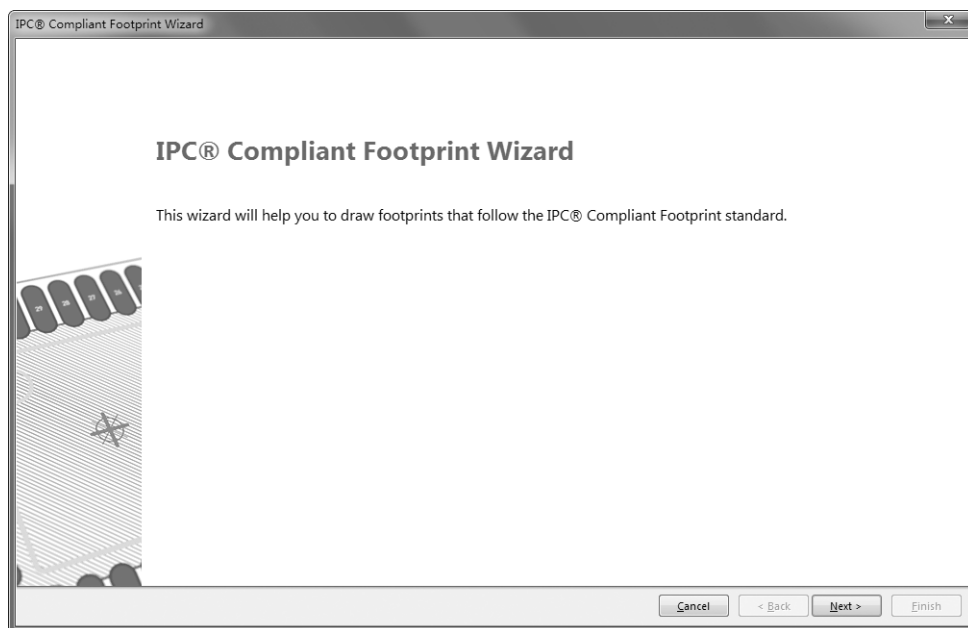

图 11-40 “IPC Compliant Footprint Wizard”（IPC 兼容封装向导）对话框
(1) 单击菜单栏中的“工具”→“IPC Compliant Footprint Wizard”（IPC 兼容封装向导）命令，系统将弹出如图 11-40 所示的“IPC Compliant Footprint Wizard”（IPC 兼容封装向导）对话框。